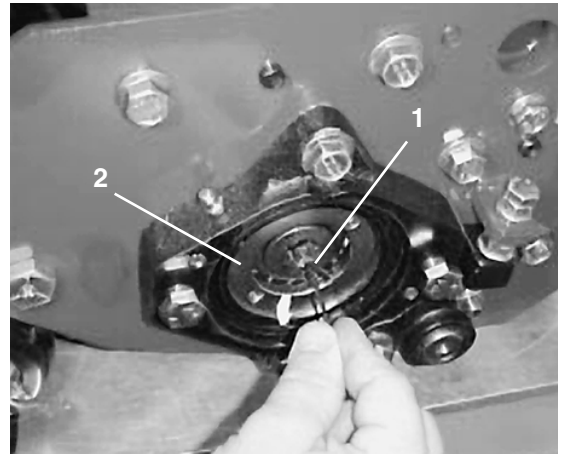

Figure 23
- A. Desserrez la vis qui fixe l'écrou de réglage de roulement au logement situé sur le côté gauche de l'unité de coupe (Fig. 23).